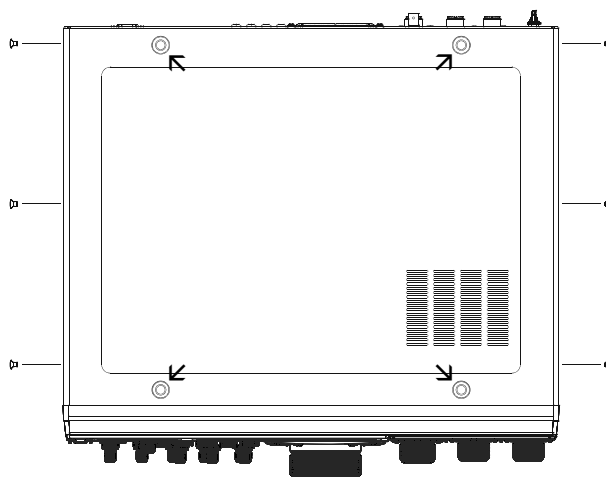

ABBILDUNG 1
3. Wie in Abbildung 1 dargestellt, je drei Schrauben an den Seitenteilen des Transceivers und die vier Schrauben auf der Oberseite des Transceivers lösen, danach das Gehäuseoberteil abnehmen.